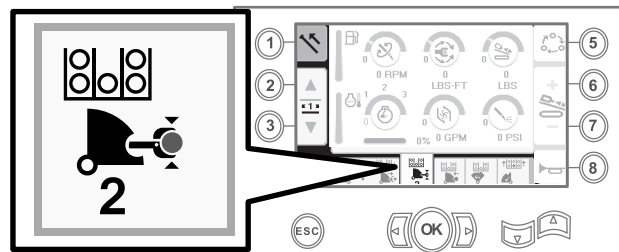

Bild 10
- Lassen Sie den Kippschalter los, um auf den nächsten Schritt in der Folge zu gehen (**Bild 10**).